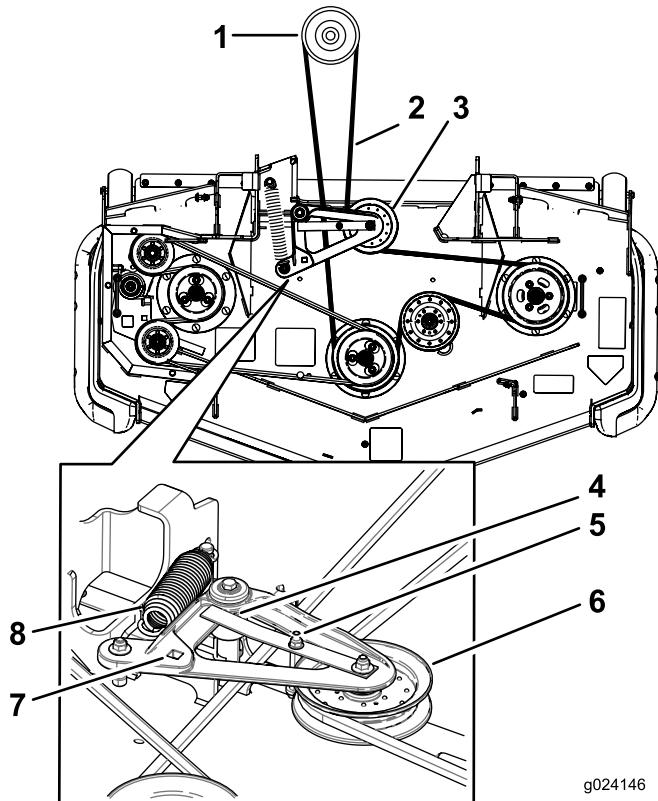

Figura 103
5. Levante la chapa de suelo e introduzca una llave dinamométrica en el taladro cuadrado del brazo tensor de la carcasa (Figura 103).
6. Gire cuidadosamente el brazo tensor de la carcasa de corte en sentido horario, levante la pestaña de la guía de la correa y retire la correa de la carcasa de corte del embrague (Figura 103).